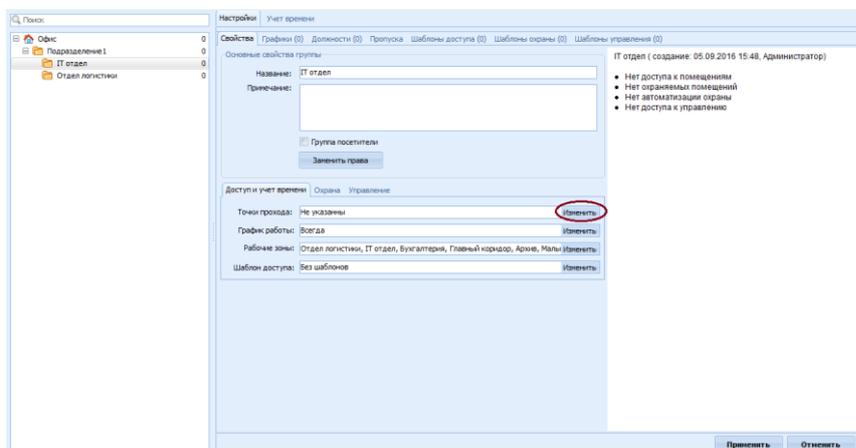

Рисунок 26.24 Выбор точек прохода для IT отдела
- выделить IT отдел и перейти на вкладку **Доступ и учет времени** (Рисунок 26.24),